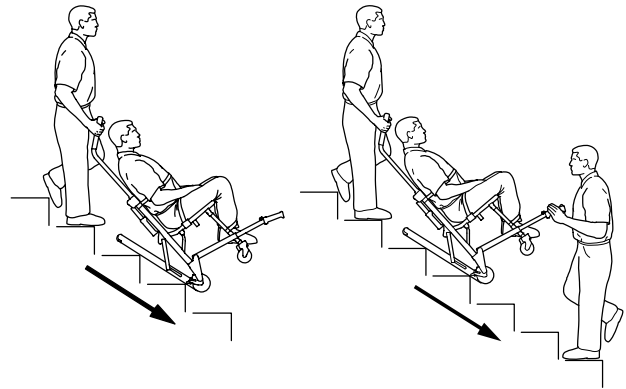

Figura 11 – Transporte escadas abaixo
8. Ambos os operadores: Deslize escadas abaixo até que as bandas de rodagem estejam niveladas com os rebordos de dois ou três degraus (Figura 11).